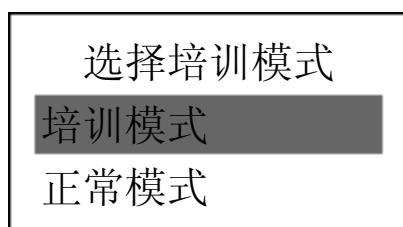

图 2.2-1
将手持机安装好电池，手持机自动开机（如果屏幕出现时间设置界面，请参考4.4设置时间），屏幕显示如图2.2-1所示：
**【注意】** :用户在正式使用前，必须在初始化手持机过程中，屏幕显示如图 2.2-1所示，按“√”键使黑条在“正常模式”上，再按“确定”键。否则会造成业务数据的丢失。